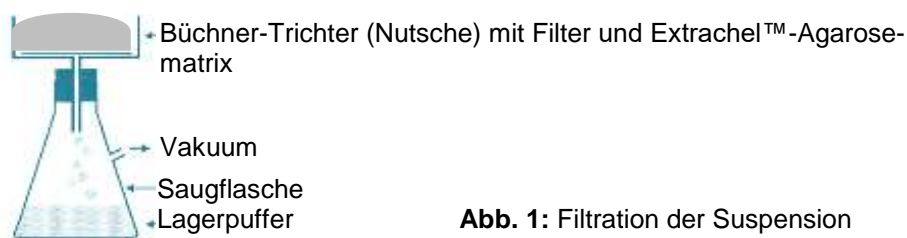

Abb. 1: Filtration der Suspension
- B. Nach vorsichtigem Schütteln der Flasche wird die Suspension filtriert (siehe Abb. 1). Die getrocknete Matrix wird dann in einem geeigneten Behälter gelagert. 0,7 g der trockenen Matrix entsprechen 1,0 ml feuchter Matrix.